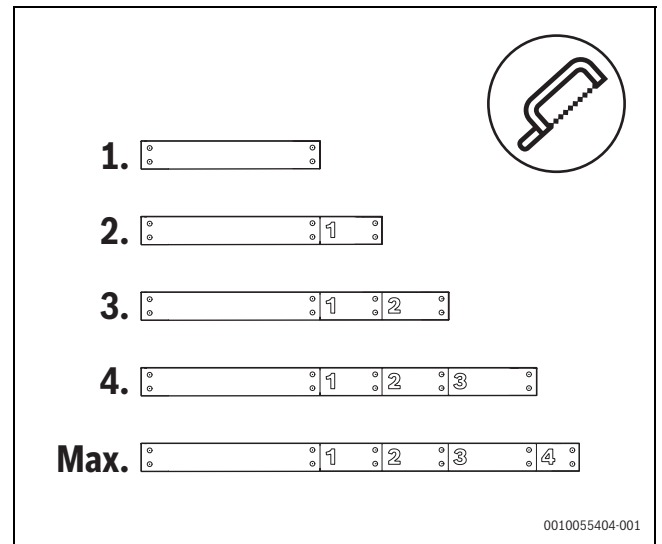

Bild 4 Längen der Distanzbretter des Fertigfundaments
- ▶ Stellen Sie sicher, dass Sie die Distanzbretter an der richtigen Markierung ablängen (→ Bild 4).